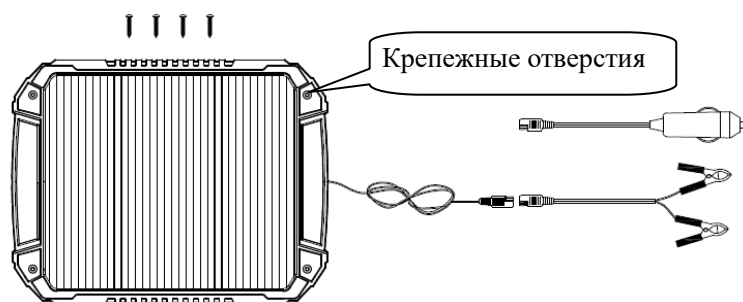

Рисунок 1
1. Для работы поверните переднюю сторону солнечной панели (см. рисунок 1) к солнцу и убедитесь, что на солнечную панель не падает тень. Наилучшая ориентация передней стороны солнечной панели – на юг.
4. Подключите требуемый переходник (см. рисунок 1) из комплекта к зарядному устройству.